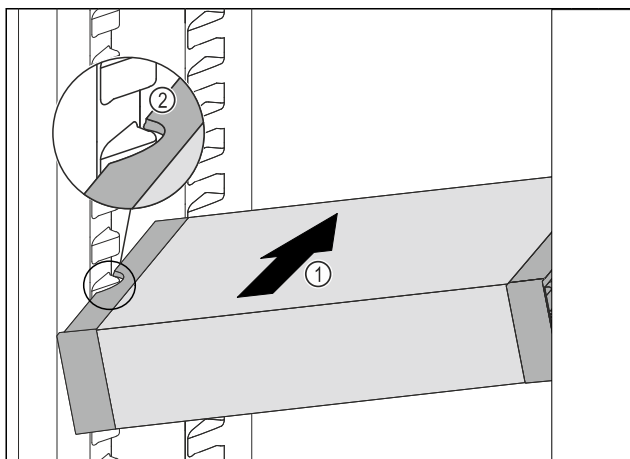

Fig. 80
- VarioSafe schuin in het koelgedeelte schuiven Fig. 80 (1), tot de uitsparingen aan de zijkant Fig. 80 (2) van de Vario-Safe op de hoogte van de rib in het koelgedeelte zitten.